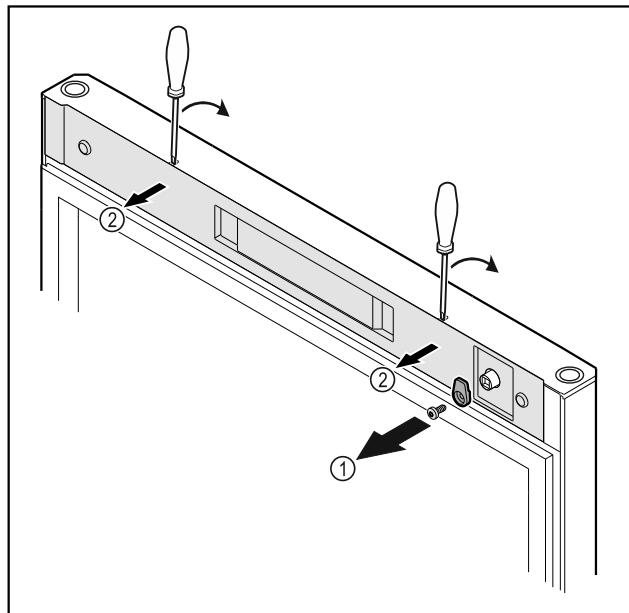

Fig. 18
- Odvijte zapiralni zatič Fig. 18 (1).
- Z majhnim izvijačem sprostite pokrov Fig. 18 (2) in ga odstranite.